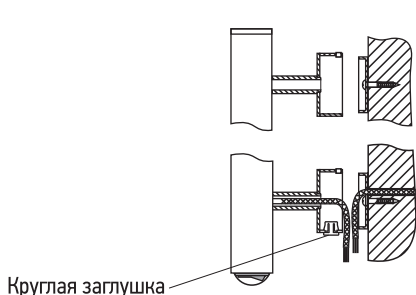

Рис. 11
3.10. Установить круглую заглушку на нижней стороне соединительной коробки вместо заглушки с отверстием (рис. 11).
3.11. Произведите «черновой» монтаж ЭПС, используя стопорные винты, с максимальным вылетом от стены (рис. 11).